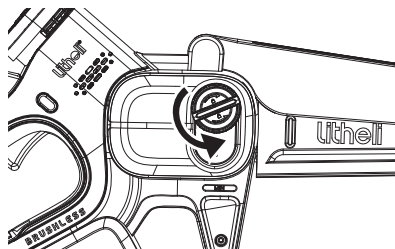

Рис. 9
2. Очистите область вокруг крышки масляного бака тканью и откройте крышку, повернув ее против часовой стрелки (Рис. 9)